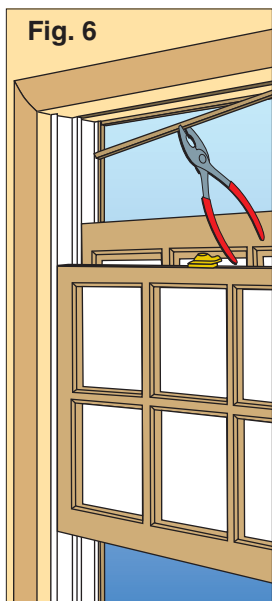

Fig. 6
6. Calafatear la carrocería exterior donde ángulo cumple con el umbral. Tener la precaución de sellar cualquier espacio (Fig. 5). 7. Sellar la ventana exterior donde se reúne la blindstop, (Fig. 6).